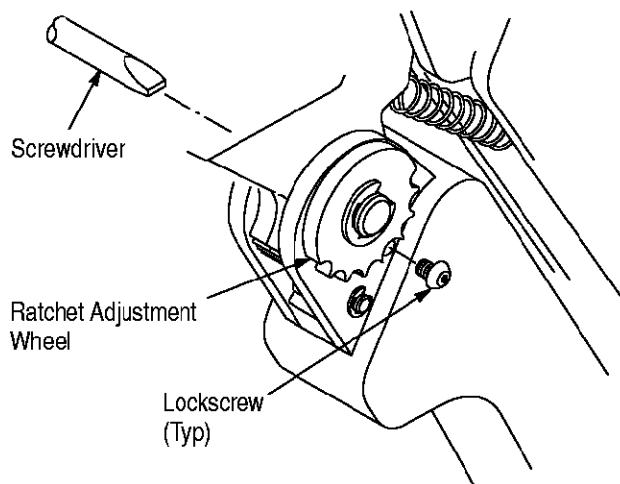

Figure 5
6. CRIMP HEIGHT ADJUSTMENT (Figure 5)